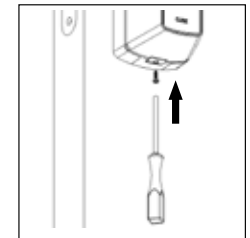

Abb. 4
- 10 Verschrauben Sie Rückenschale und Motoreinheit handfest mit der dem Set beiliegenden Gehäuseschraube (Abb. 4).